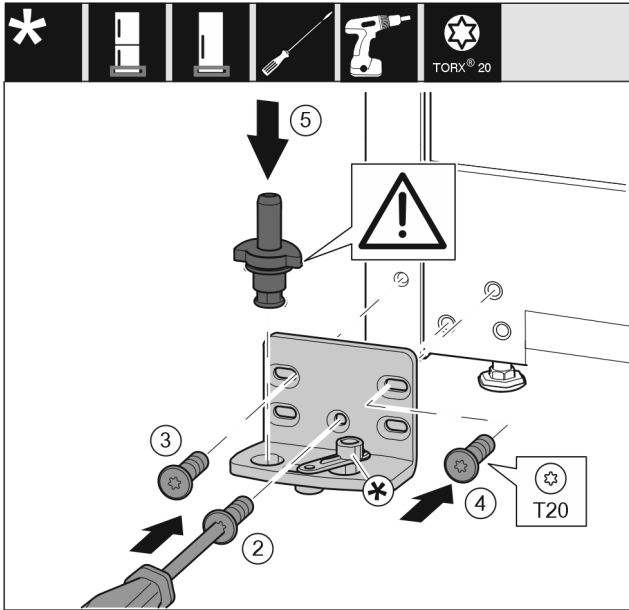

Fig. 36
- ▶ Uždėkite atraminę gembę kitoje pusėje ir prisukite, naudodami atsuktuvą T20. Su varžtu 2 pradėkite apačioje viduryje. Fig. 36 (2)
- ▶ Tvirtai prisukite varžtus 3 ir 4. Fig. 36 (3,4)
- ▶ Įstatykite visą atraminę gembę. Atkreipkite dėmesį į tai, kad fiksavimo kumštelis būtų nukreiptas į galą. Fig. 36 (5)
- ▶ Uždėkite atraminę gembę kitoje pusėje ir prisukite, naudodami atsuktuvą T20. Su varžtu 2 pradėkite apačioje viduryje. (2)
- ▶ Pasukite uždarymo amortizatoriaus jungtį 180° kampu. Prisukite atsuktuvu T20 kitoje atraminės gembės pusėje. (5)
- ▶ Įstatykite visą atraminę gembę. Atkreipkite dėmesį į tai, kad fiksavimo kumštelis būtų nukreiptas į galą. (6)